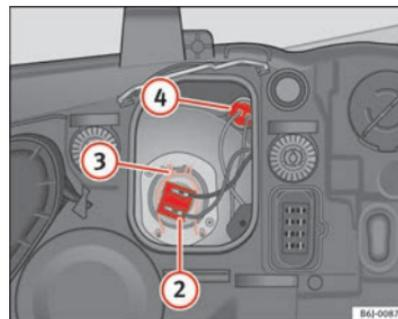

Fig. 134 Feux de position
- Retirez le connecteur ⇒ fig. 134 ② de l'ampoule.
- Décrochez le ressort entrebâilleur ⇒ fig. 134 ③ en le pressant vers l'intérieur et vers la droite.